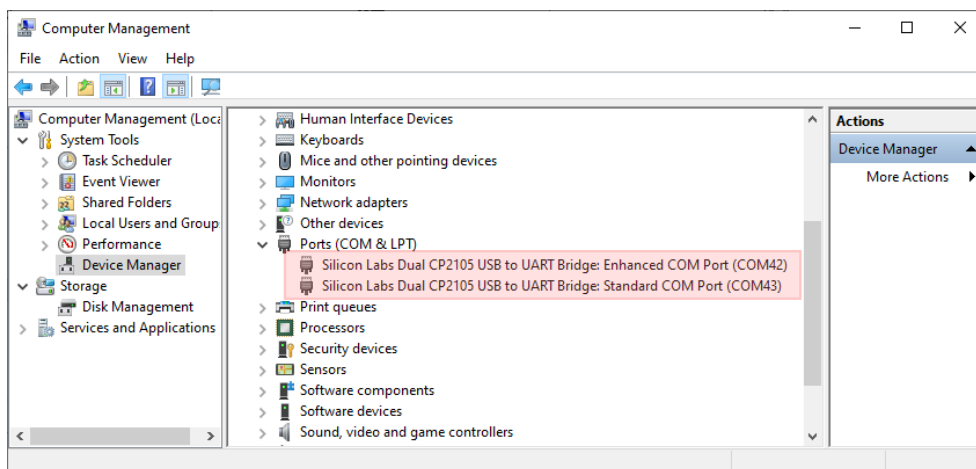

图 9：安装串口驱动 2
安装完毕后，连接 UniKnect Gen1-PRO 的 ⑧ 4G 模组 debug 调试串口至 PC，设备管理器中能够枚举出如图 9 所示端口，则说明安装成功。